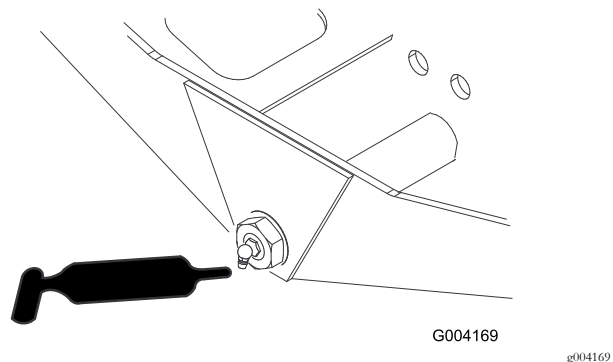

Figure 34
- Pivot de direction d'essieu (1)—Figure 34